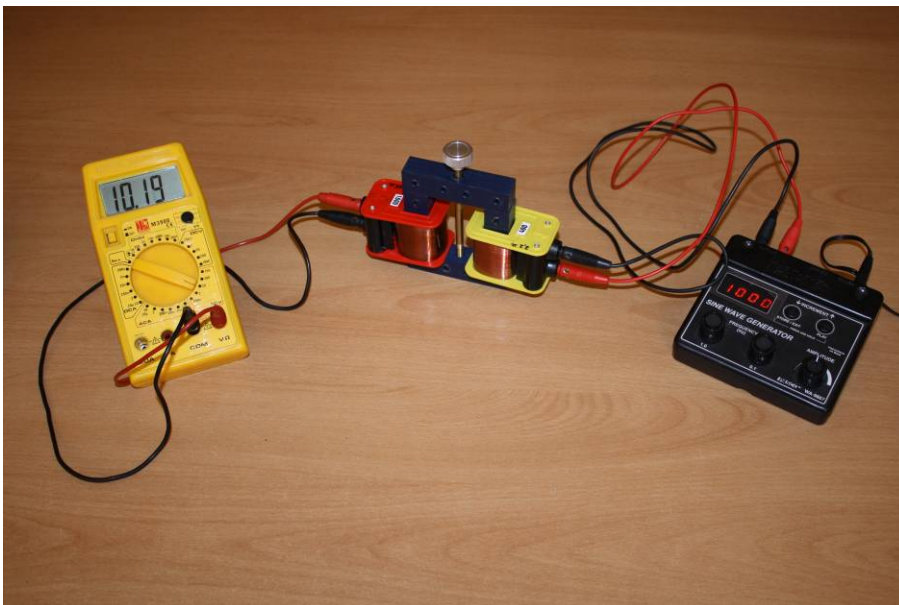

Figura 3: Transformador eléctrico y componentes para caracterizarlo.
- 3.1- Montar las dos bobinas en el cuadro de hierro como se muestra en la figura 3-a.